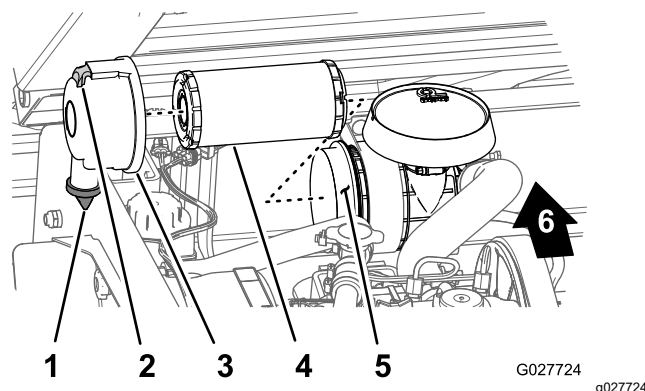

Figura 29
2. Inspeccione la carcasa del filtro de aire en busca de daños que pudieran causar una fuga de aire (Figura 29).
3. Tire hacia fuera del enganche y gire la filtro de aire en sentido antihorario (Figura 29).
5. Retire suavemente el elemento del filtro de aire de la carcasa del filtro de aire (Figura 29) para reducir la cantidad de polvo desplazado.
1. Limpie el orificio de expulsión de suciedad situado en la tapa del filtro de aire (Figura 29).
2. Retire la válvula de salida de goma de la cubierta, limpie el hueco y cambie la válvula de salida (Figura 29).
3. Introduzca el elemento del filtro de aire en la carcasa del filtro de aire presionando el borde exterior del elemento para asentarlos en la carcasa del filtro de aire (Figura 29).
4. Alinee la tapa del filtro de aire con la carcasa del filtro de aire, con la válvula de salida de goma hacia abajo (entre las 5 y las 7 aproximadamente, visto desde el extremo) como se muestra en la Figura 29.
5. Sujete la tapa a la carcasa con los enganches (Figura 29).